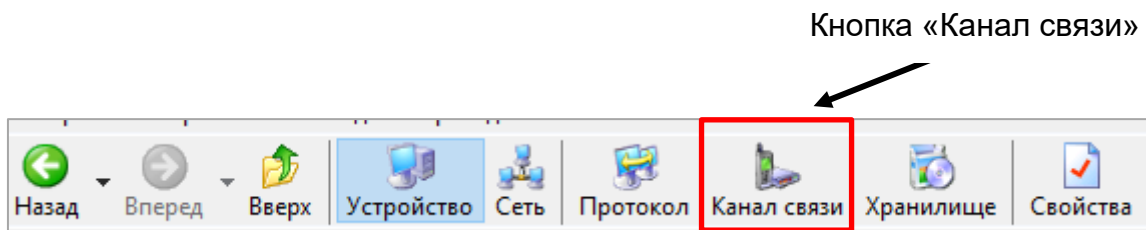

Рисунок 18 - Кнопка «Канал связи» на панели инструментов
5.3.4.3 Для настройки канала связи нажать на панели инструментов кнопку «Канал связи» (см. рисунок 18). В результате откроется окно «Справочник», которое показано на рисунке 19.